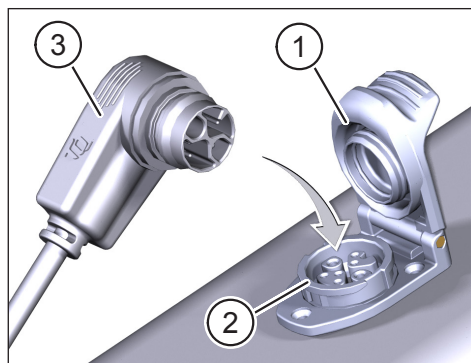

Fig. 25: Integrerad batteriladdning
- ▶ Öppna locket (nr 1 i fig. 25) på laddningsporten (nr 2 i fig. 25) i cykelramen.
- ▶ Rikta in laddningskontakten (nr 3 i fig. 25) på laddaren så att polerna för laddningskontakten och laddningsporten matchar (se fig. 25).